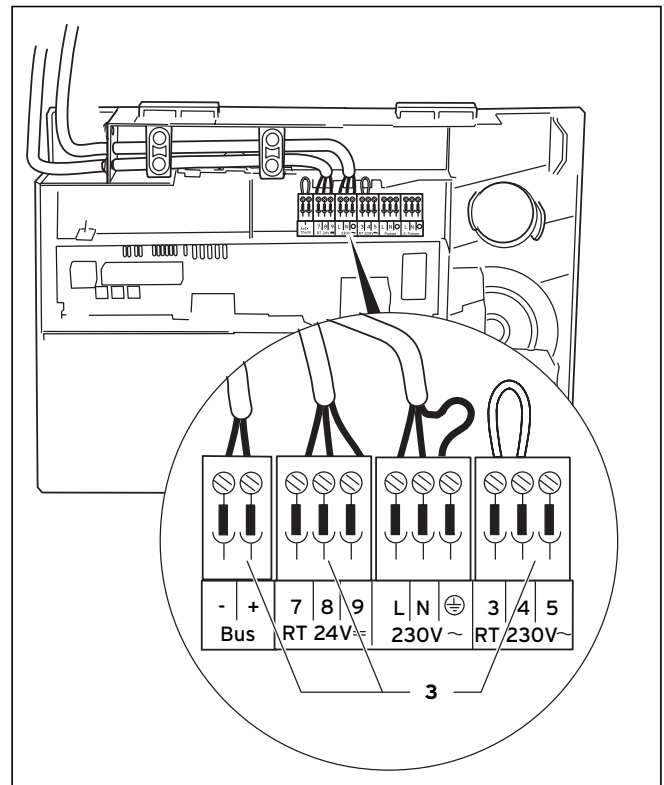

Abb. 5.7 Anschluss einer witterungsgeführten Regelung
- Verlegen Sie die erforderlichen Leitungen zur Anschlussebene im Schaltkasten wie in Abbildung 5.7 gezeigt.
- Schließen Sie die Anschlusskabel entsprechend Abbildung 5.7 an die entsprechenden ProE Stecker bzw. Steckplätze der Elektronik (3) an.